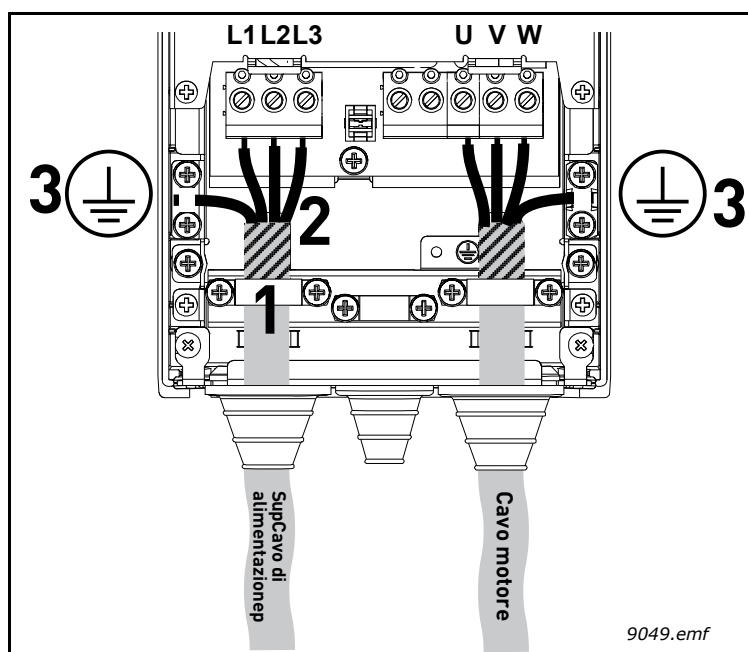

Figura 29.
7	<p>Collegare i cavi spellati (vedere la Tabella 22 e la Tabella 19) come illustrato nella Figura 29.</p> <ul style="list-style-type: none"> • Liberare la schermatura dei tre cavi in modo da poter effettuare una connessione a 360 gradi con il pressacavo (1). • Collegare i conduttori (di fase) dei cavi motore, alimentazione e frenatura ai rispettivi morsetti (2). • Utilizzare la restante porzione di schermatura dei tre cavi per formare dei "pigtaills" e fare un collegamento a terra utilizzando un pressacavo come illustrato nella Figura 29 (3). <p>Fare i "pigtaills" della lunghezza appena sufficiente per raggiungere ed essere fissati al morsetto – non farli più lunghi del necessario.</p>